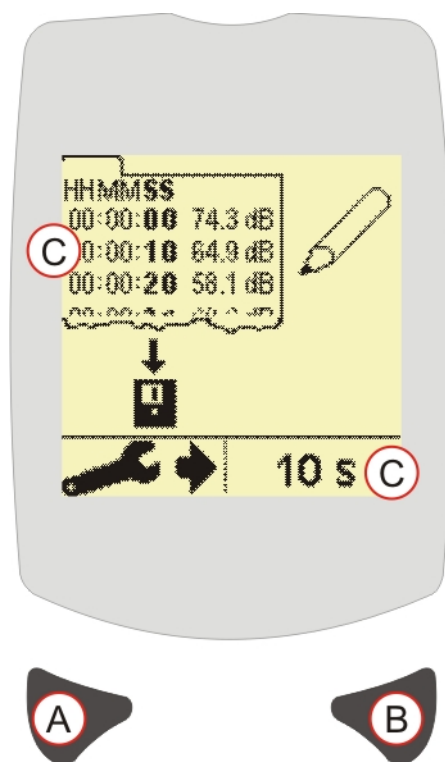

Figura 8 Schermata di intervallo di registrazione – solo CEL-246
Nella Figura 8 (C) viene visualizzato l'intervallo di registrazione attualmente selezionato e viene mostrato anche sopra il tasto destro (B). Premere il tasto destro (B) per modificare l'intervallo di registrazione. Premere il tasto